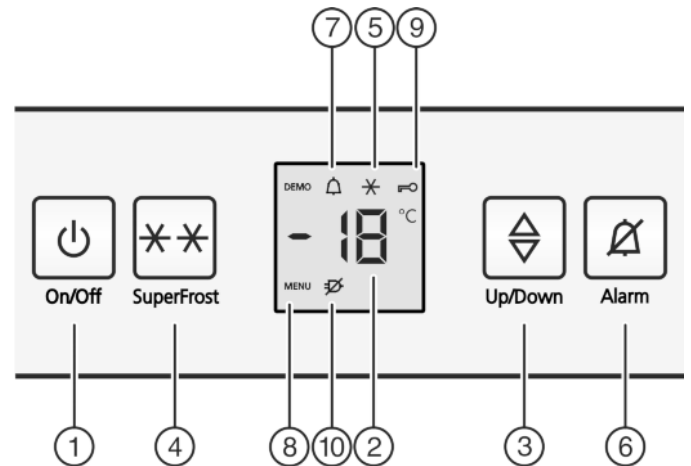

Fig. 2
- ▶ Pritisnite tipku za On/Off Fig. 2 (1).
- ▷ Uređaj je uključen. Indikator temperature i simbol za alarm Fig. 2 (7) trepću sve dok temperatura nije dovoljno niska.
- ▶ Aktiviranje načina rada s namještanjem: Pritisnite tipku SuperFrost *Fig. 2 (4)* oko 5 sekundi.
- ▷ Na zaslону se prikazuje simbol 'izbornik' *Fig. 2 (8)*.
- ▶ Tipkom SuperFrost *Fig. 2 (4)* kratko potvrditi.
- ▷ Simbol 'osiguranje za djecu' *Fig. 2 (9)* svijetli na zaslону.
- ▶ Kratko pritisnite tipku On/Off *Fig. 2 (1)*.
- ▷ Simbol 'osiguranje za djecu' *Fig. 2 (9)* se gasi.
- ▶ Pritisnite tipku za alarm *Fig. 2 (6)*.
Istovremeno trepće indikator temperature i simbol za alarm *Fig. 2 (7)*.
Zvučni alarm se automatski gasi, simbol za alarm *Fig. 2 (7)* se gasi, a indikator temperature prestaje treptati, kada je temperatura ponovo dovoljno niska.